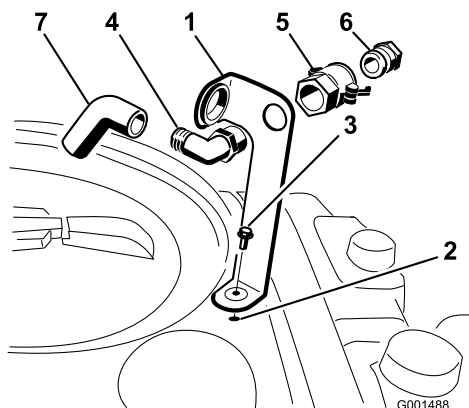

Figura 3
1. Coloque o suporte do reservatório de enchimento sobre o orifício roscado no depósito e fixe-o com um parafuso de cabeça flangeada (5/16 x 3/4 pol.) (Figura 3).
2. Coloque a parte roscada do encaixe em cotovelo de 90 graus no suporte e aparafuse o acoplador rápido, fixando-o ao suporte (Figura 3).
3. Instale o adaptador da tubagem no acoplador rápido (Figura 3).
4. Bloqueie o adaptador na posição correcta, girando as alavancas em direcção ao adaptador, e depois fixe-as com os pernos de gancho (Figura 3).
5. Coloque o tubo anti-sifão pela a abertura larga no suporte e pela extremidade dentada do encaixe em cotovelo de 90 graus (Figura 3).